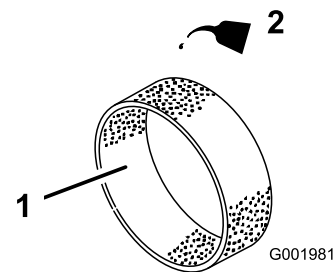

Figura 43
4. Ponga 30-60 ml de aceite en el elemento (Figura 43).